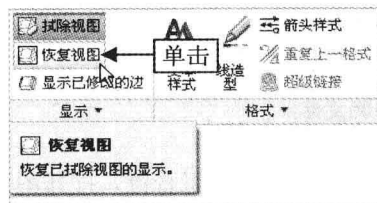

图 12-63 单击“恢复视图”按钮
Step 04 在“功能区”选项板的“布局”选项卡中,单击“显示”面板中的“恢复视图”按钮,如图 12-63 所示。